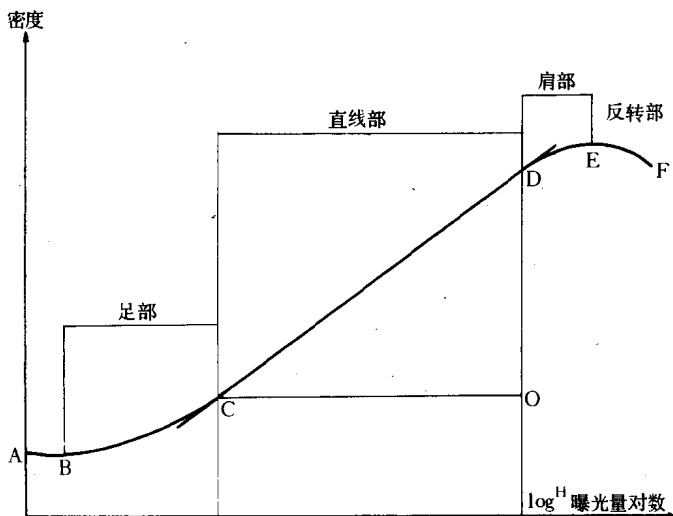

图 1-4 特性曲线
照相性能主要包括感光度、反差、宽容度、解像力、颗粒度、灰雾、最高密度、感色性以及应用效果等等，它们直接影响着照相质量，了解和掌握其各项性能是十分必要的。各项性能是通过感光测定求出来的。感光测定的目的，是为了科学地评定照相性能指标。感光测定使用的标准光楔为21级不同的密度，相邻两级之间的密度差为0.15，第一级与第21级的密度差为3.0，通过它将胶卷剪成固定规格附于其上，并经感光仪曝光，显影之后，用密度计测量各级密度值，然后绘制特性曲线，在标准座标纸上，以密度值为纵座标，相对应的曝光量对数值（即标准光楔上的级数）为横座标，将点上各级的密度值连接起来就成一条曲线，从曲线上可以看出各项照相性能，这条曲线我们称之为特性曲线，见图1-4。
(1) 足部 图1-4的B至C这一段称为特性曲线的足部，即曝光不足部分。曝光量对数的增加是规律的，但在密度的增加上却